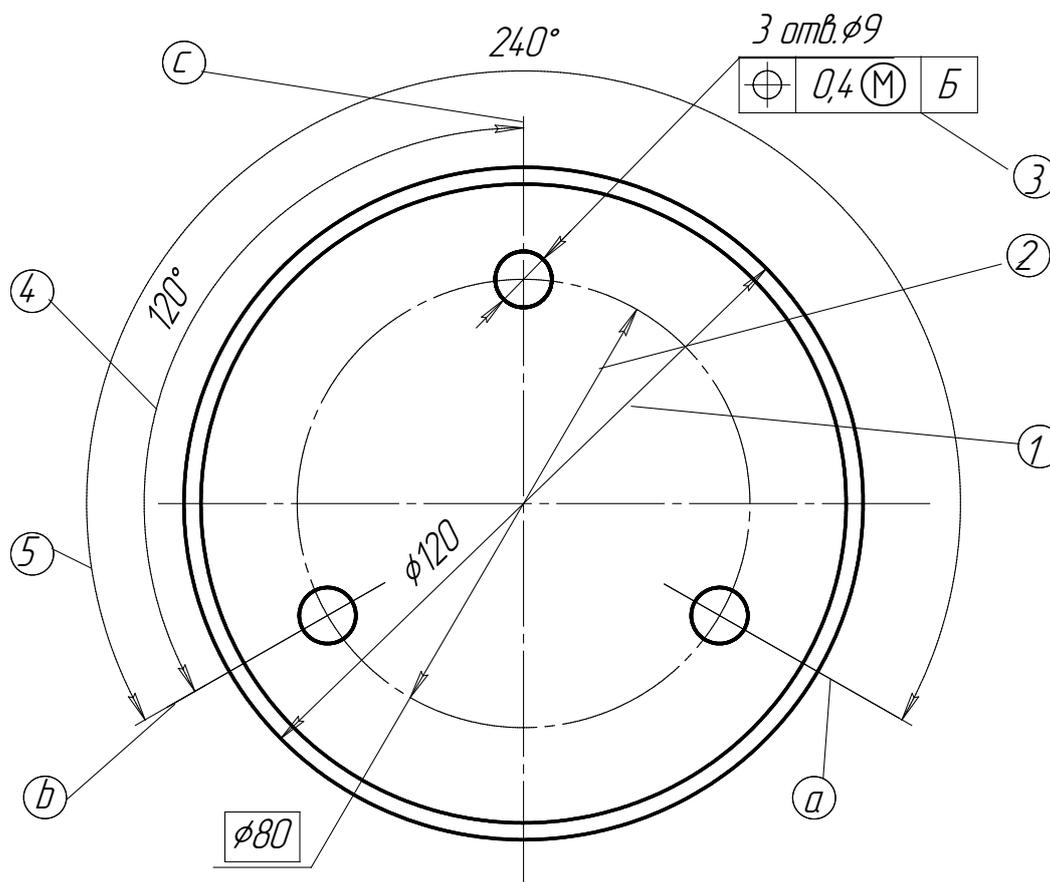

Рис. 2.15. Проставка размеров на виде слева чертежа
14. Проставим размеры на *виде слева*, в соответствии с рис. 2.15.